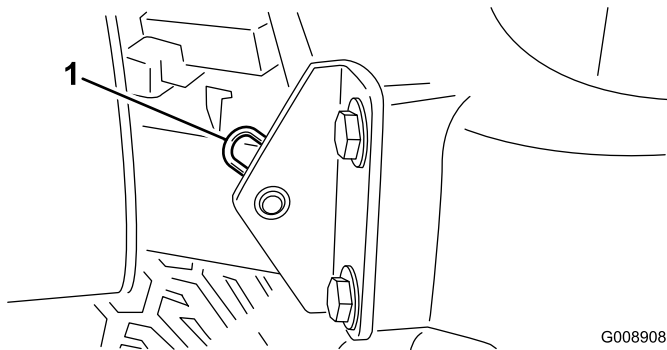

Figure 30
2. Retirez la goupille fendue qui fixe le pivot de capot aux supports (Figure 30).
Remarque: Les raccords encastrés des rouleaux (Figure 30) nécessitent un adaptateur pour la pompe à graisse. Vous pouvez le commander chez les distributeurs Toro agréés (Réf. 107-1998).